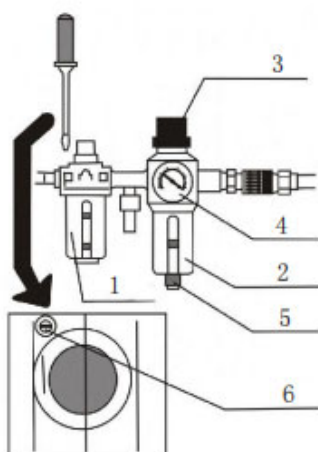

Abb.14
- Siehe Abb.14: 1-Schmierer; 2-Filter; 3-Regler.